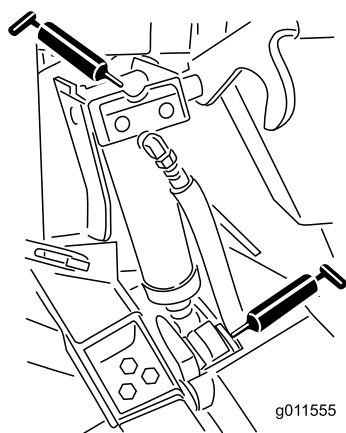

Bild 87
- Vier Hubzylinder-Drehbüchsen (Bild 87)